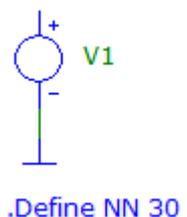

Рис. 7.5 - Схема для исследования спектров различных периодических сигналов
*Component* ⇒ *Analog Primitives* ⇒ *Waveform Sources* ⇒ *Voltage Source* (Рис. 7.5).